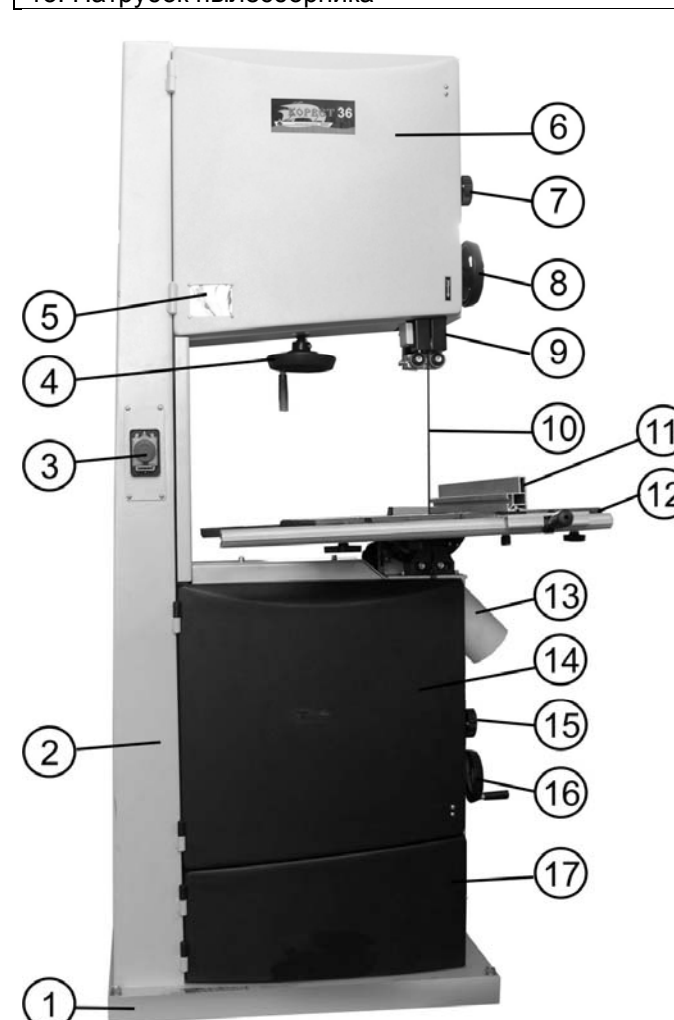

Рис. 2
8.1.2. При установке пилы на верстаке (для обеспечения устойчивости) пила должна быть надежно прикреплена к верстаку через специальные отверстия в нижней части основания (1), Рис. 2. Для этой цели необходимо установить болтовые соединения. Обязательно используйте при креплении плоскую и пружинную шайбы на каждый болт (не комплектуется).
- Переносите пилу при помощи подъемных механизмов и приспособлений, учитывая массу пилы (см. Таблицу 1) и только за основание (1), Рис. 2.
11.3.3. Поверните маховики замков (7 и 15) против часовой стрелки, откройте верхний и средний кожухи (6 и 14), Рис. 2.